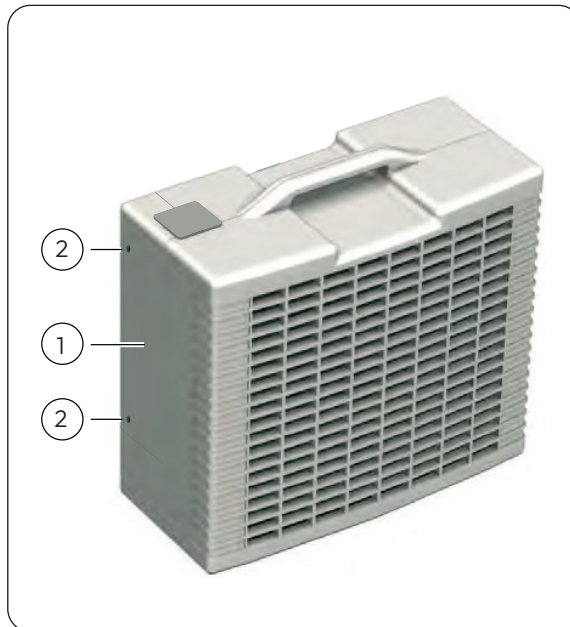

Abb. 12: Abdeckung entfernen
3. Entfernen Sie die 2 Schrauben der Abdeckung auf der Rückseite des Außenteils (Abb. 12).